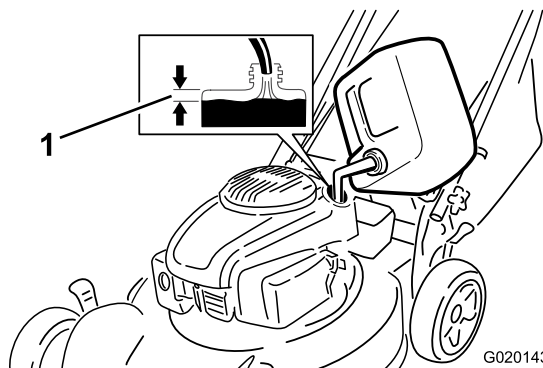

Figure 7
Faites le plein avec de l'essence sans plomb ordinaire fraîche d'une marque réputée (Figure 7).
2. Remplissez le réservoir de carburant, en laissant un espace d'au moins 1 cm sous la base du goulot pour permettre à l'essence de se dilater (Figure 7).